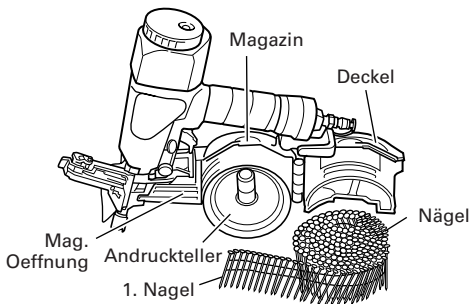

Abb. 4
- Legen Sie die Nägel ins Magazine ein. Die Nägel in das Magazin laden. Wenn zu dieser Zeit der gewickelte Teil der Nägel eingeschoben wird, nachdem er vorher einmal herausgezogen worden ist, kann die nachfolgende Arbeit sehr erleichtert werden. (**Abb. 4**)